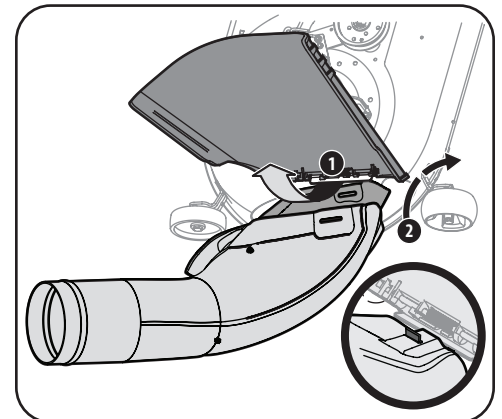

Figura 4-13
4. Asegure el codo del canal en la plataforma alineando la ranura de la lengüeta en la funda, y la lengüeta ubicada en la plataforma de la cortadora, como se muestra en la Figura 4-13.
5. Con el canal de descarga del tractor elevado y abierto (1), instalar el codo del canal, como se muestra en la Figura 4-13.